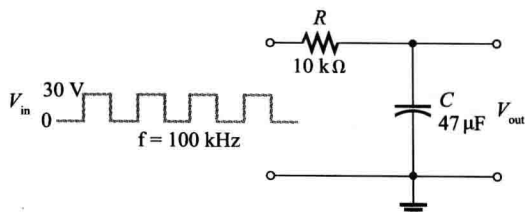

图 15-58
11. 试问如图 15-58 所示方波输入的 RC 积分器稳态输出电压是多少?